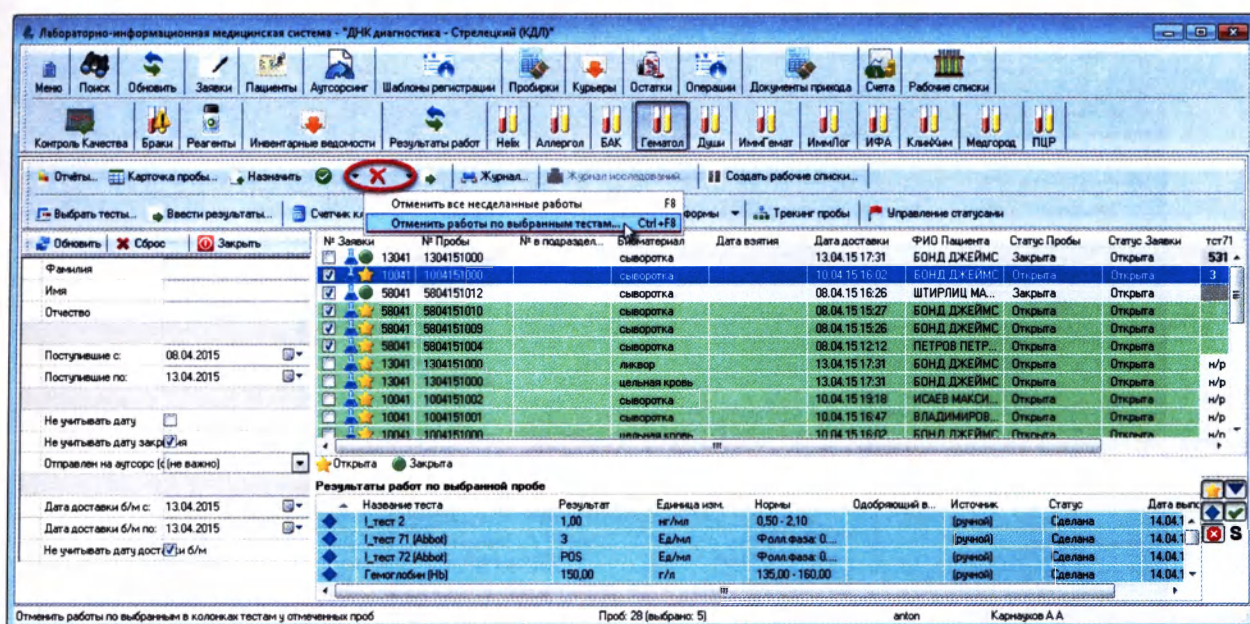

Рисунок 5.40
2.	Нажмите на кнопку «Отменить работы»  и в контекстном меню выберите пункт «Отменить работы по выбранным тестам», или нажмите клавиши Ctrl+F8 (Рисунок 5.40):